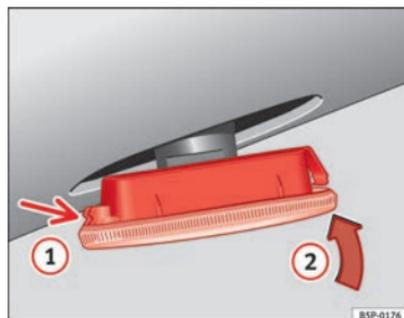

Fig. 219 Luz indicadora de mudança de direcção lateral
- Primeiro, coloque a luz indicadora de mudança de direcção no orifício da carroçaria, encaixando as patilhas ⇒ Fig. 219, seta ①.
- Encaixar a lâmpada como indica a seta ② ⇒ Fig. 219.